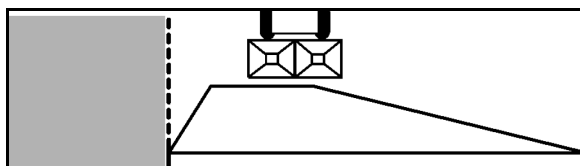
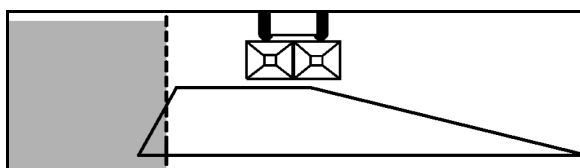

Рис. 71
Рис. 73
1. Граничне розкидання згідно з Постановою про добрива (Fig. 71):
3. Крайове розкидання (Fig. 73):
Для розкидання по границі (відповідно до припису про внесення добрив) (Fig. 71) або **розкидання по краю** (поряд розташовані власні ділянки, що підлягають аналогічній обробці) (Fig. 73) замініть **лівий розкидний диск Omnia-Set** (розподіл по краю ліворуч) відносно напрямку руху **на** відповідний диск граничного розкидання **Tele-Set**.